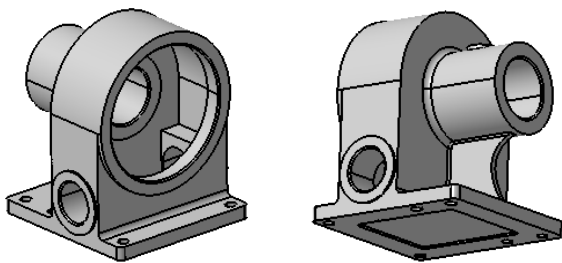

图 3-77 减速箱箱体
10. 完成减速箱箱体的建模，如图 3-77 所示。复习凸台（拉伸）、壳体（抽壳）、镜像、凹槽（切除拉伸）、孔、螺纹、倒圆角、倒角等工具的应用。详细绘制步骤可参阅“素材文件\第 3 章\ex\减速箱箱体.PDF”文件。